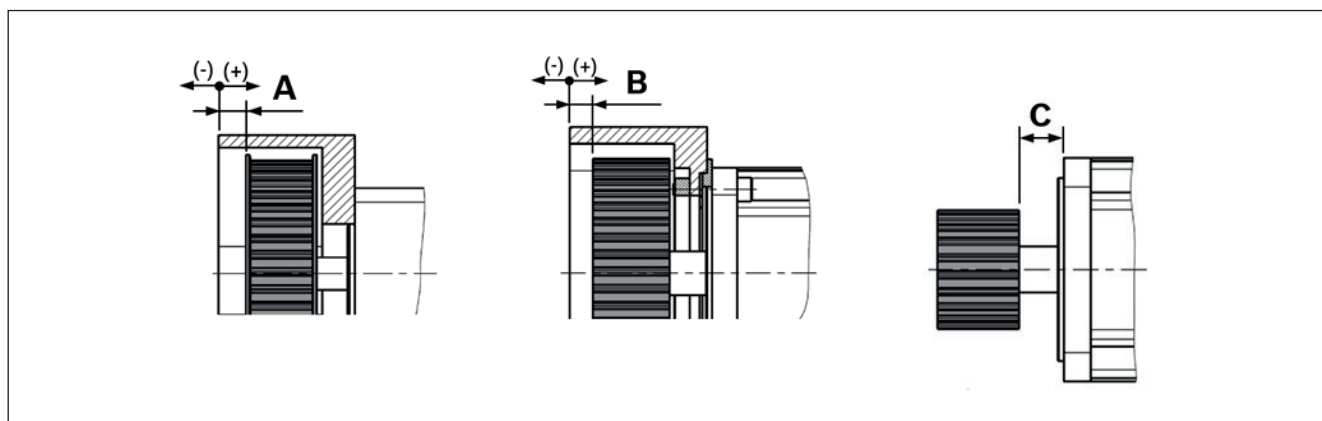

Fig. 24 : Écartements A / B / C
3. Régler l'écartement **B** par rapport à l'embase (**1**) ➡ Fig. 24, Tableau 15.